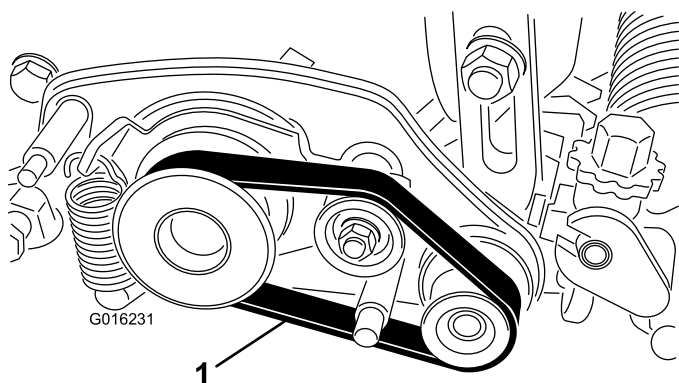

図 30
2. のように駆動プーリ、アイドルプーリ、受動プーリからベルトを外す 図 30。